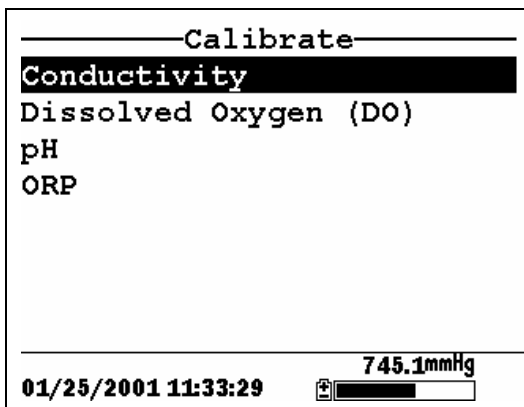

图 6.2 标定窗口
2. 用箭头键激活 **Conductivity** 选项，如图 6.2 所示。
15. 按 **Escape** 回到标定主菜单，参见图 6.2。
2. 箭头键选中 **Dissolved Oxygen** 选项如图 6.2。
11. 按 **Escape** 键返回标定主菜单，参见图 6.2。
11. 按 **Escape** 回到标定主菜单，参见图 6.2。
2. 箭头键选中 **pH** 选项，参见图 6.2。